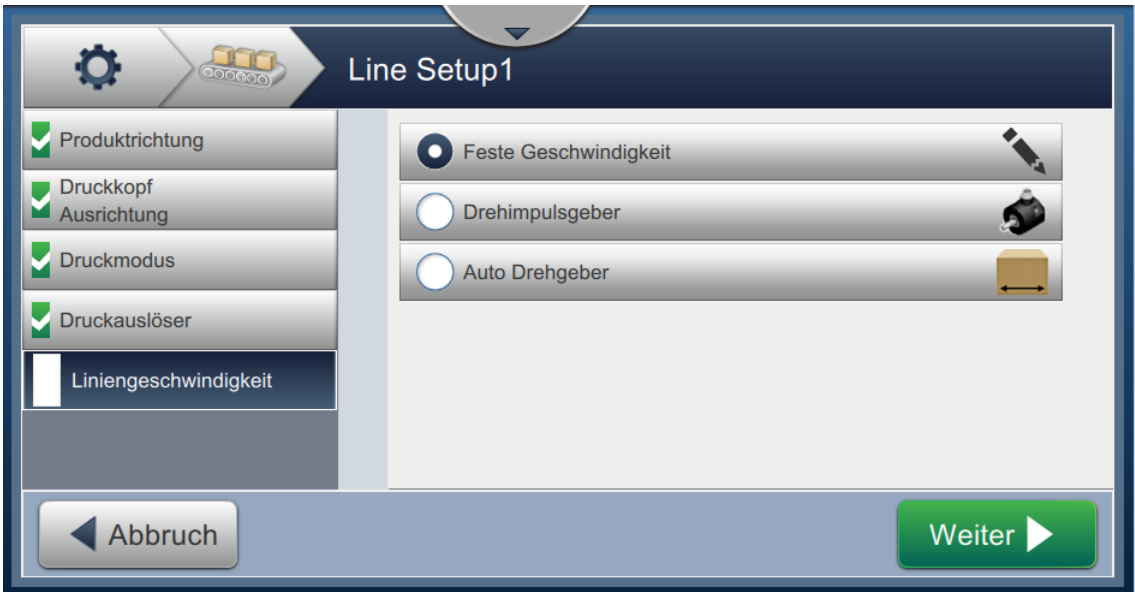

Abbildung 6-36: Liniengeschwindigkeit – Gemessen nach Produktionsgröße/Zeiteinstellungen
- 2. Ändern Sie die gewünschten Parameter auf dem Bildschirm „Einstellungen“, wie dargestellt in Abbildung 6-36.